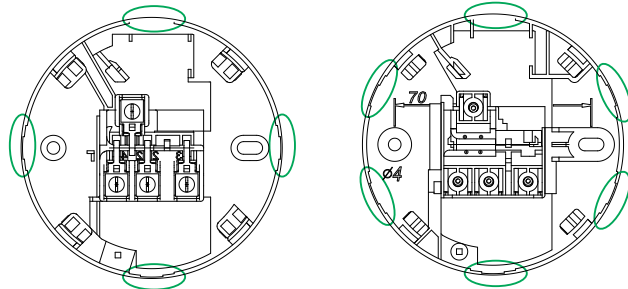

Рисунок 3
4.3 В основаниях W1.02, W1.04, W1.041, W1.14, W1.24 перед монтажом необходимо подготовить отверстия для ввода кабеля линии связи, для чего следует удалить перегородки, отформованные в виде утончений в стенке корпуса (рисунок 3).